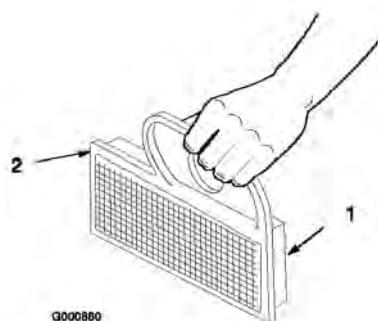

Bild 29
- Klopfen Sie den Einsatz leicht auf eine flache Unterlage, um Staub und Schmutz zu beseitigen (Bild 29).